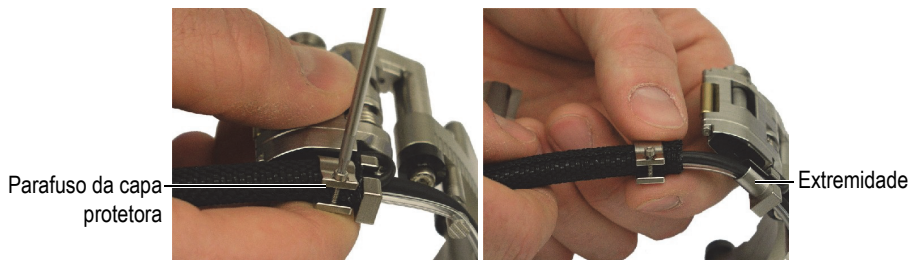

Figura 2-1 Remoção da capa protetora
- a) Com a chave de fenda T6 Torx, remova o parafuso da capa protetora e, em seguida, deslize a capa protetora da extremidade (veja Figura 2-1 na página 34).